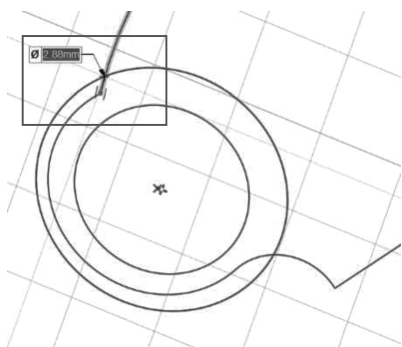
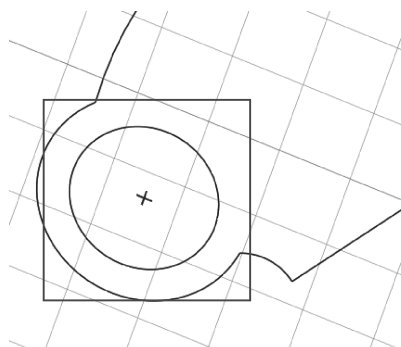
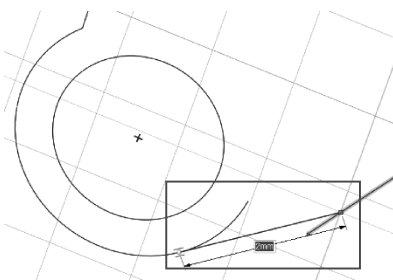
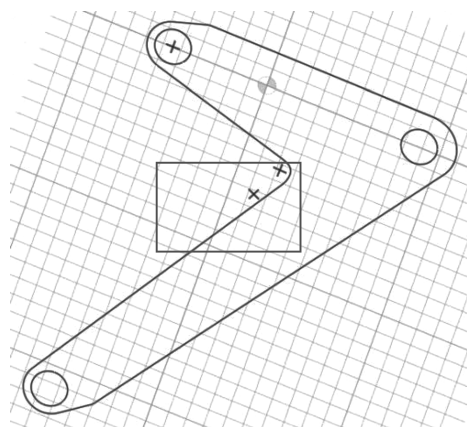

图 12-108 画长边处圆
图 12-109 修剪多余边线
图 12-110 修剪搭建长边外侧边线
图 12-112 修剪搭建后的模型草图
(5) 在工具栏中单击【Design】→【Circle】，在长边处画圆，如图 12-108 所示。然后单击【Trim Away】剪切多余边线，如图 12-109 所示。接着修剪搭建外侧边曲线，并用长度为 2mm 的【Tangent Line】连接，如图 12-110 所示。继续修剪搭建内侧边曲线，并用长度为 18.13mm 的【Tangent Line】连接，如图 12-111 所示。修剪搭建后的模型草图，如图 12-112 所示。